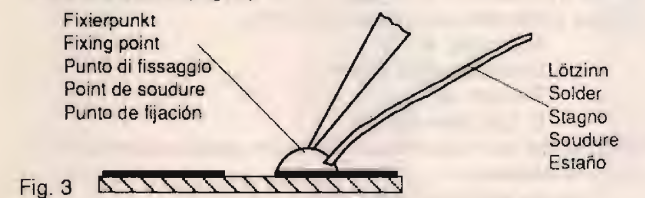

Fig. 3
3. Schritt: Lötspitze von Lötückständen säubern. Lötperle anbringen (Fig. 3).
3. step: Remove possible residues from the soldering point. Then apply a solder bead (Fig. 3).
3. Aspirer les restes de soudure sur le circuit. Poser une pointe de soudure (Fig. 3).
3. Pulire il punto dai residui di saldatura. Applicare una goccia di stagno (Fig. 3).
- Tercer paso: Limpiar el punto de soldadura de residuos de la soldadura anterior. Poner una gota de estaño (Fig. 3).